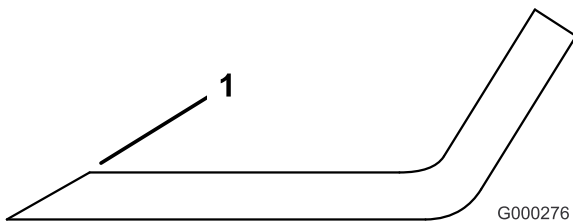

Figure 98
1. Au moyen d'une lime, aiguissez les tranchants aux deux extrémités de la lame (Figure 98).